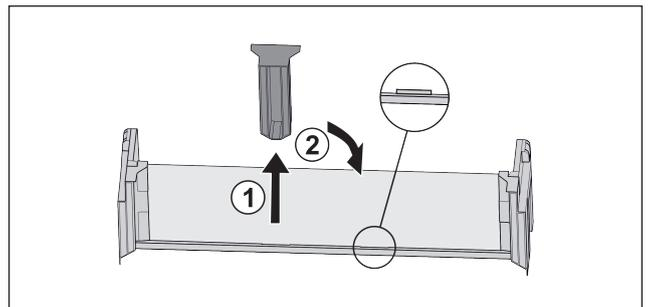

Fig. 101
- ▶ 拉出中间的定位件 Fig. 101 (1)。
- ▶ 将中间的定位件插入第二个位置 Fig. 101 (2)。